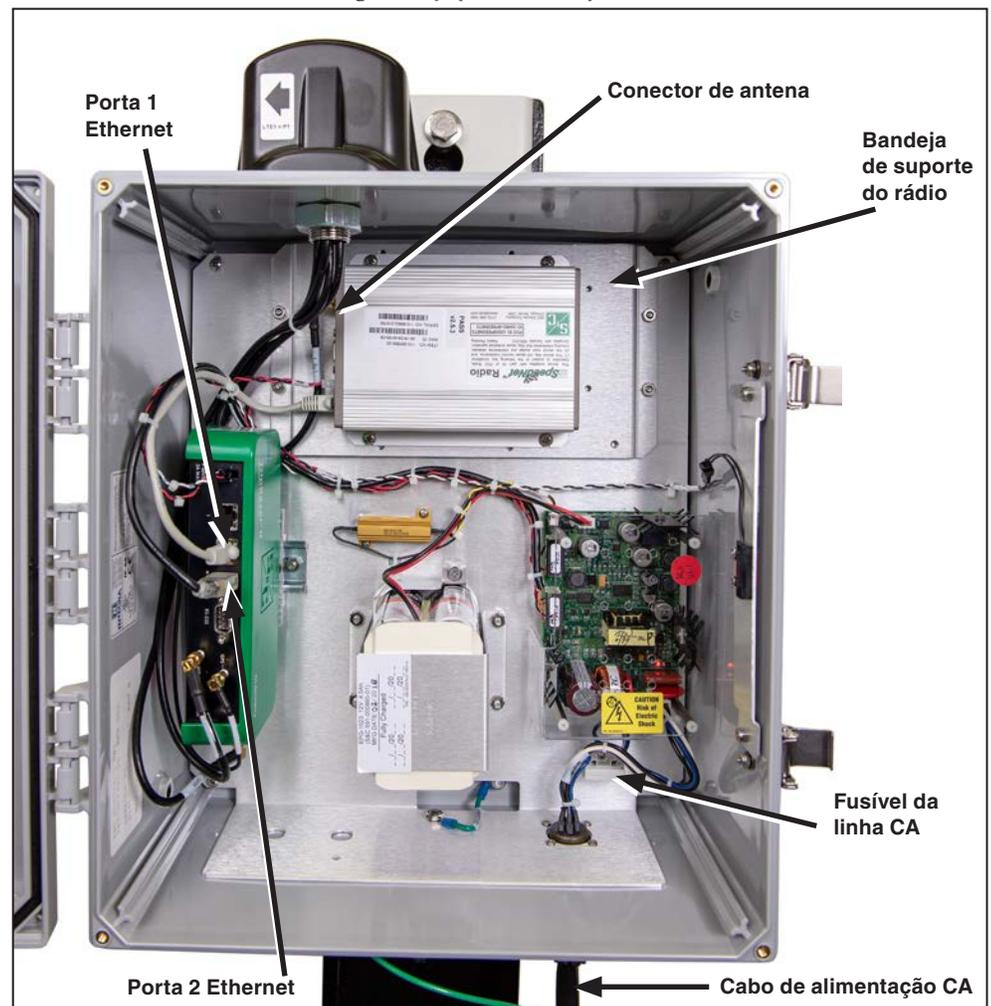

Figura 4. Instalação de um rádio.
Um rádio, provendo capacidade de atendimento a área de campo (*field-area network*) para aplicações SCADA, se especificado, é fornecido já instalado em fábrica dentro da caixa do gateway de comunicação. Alternativamente, o cliente pode instalar um rádio de seu próprio fornecimento. Ver Figura 4.
**PASSO 1.** Desconecte o cabo de força CA na parte inferior da caixa do gateway e em seguida remova o fusível da linha CA localizado no canto inferior direito da caixa do gateway. Ver Figura 4 na página 11.
**PASSO 2.** Remova o rádio existente. Ver Figura 4 na página 11.
O gateway de comunicação é acessado por uma interface de navegador. Conecte um cabo de rede Categoria 5 entre o computador e a Porta 1 Ethernet do gateway de comunicação. Ver Figura 4 na página 11. A configuração default do IP do gateway de comunicação é 192.168.1.1 com o DHCP ativado (ajustado para “On”). Para habilitar a conexão do gateway de comunicação à rede, configure o endereço de rede do computador para “Obtain an IP Address Automatically” (Obter um Endereço IP Automaticamente) e “Obtain DNS Server Address Automatically” (Obter Endereço do Servidor DNS Automaticamente) no conjunto de endereços LAN do computador. Alternativamente, pode ser usado um endereço IP estático dentro da rede 192.168.1.x. Ver Figura 9.